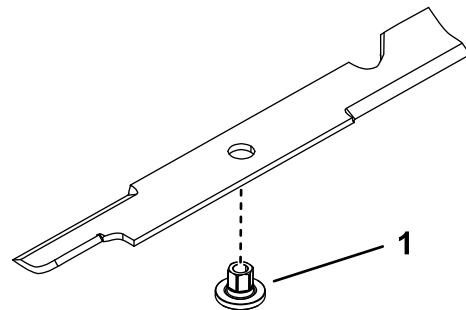

Рисунок 75
- Вставьте втулку через отверстие в ноже так, чтобы фланец втулки был на нижней (обращенной к травяному покрову) стороне ножа (Рисунок 75).